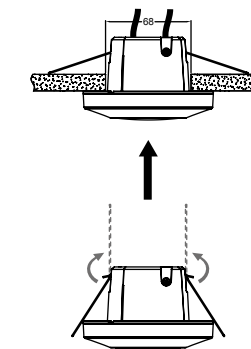

FIG. 10
4. Placez ensuite le capteur dans le trou percé dans le plafond (FIG. 10).